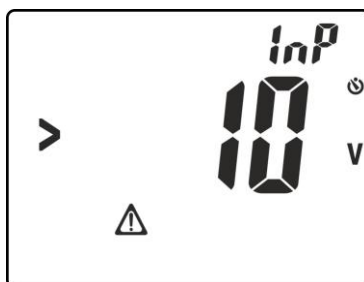

Fig. 17: Presencia tensión en los terminales de entrada
7. Pulse la tecla **GO/HOLD** para activar la prueba. La pantalla de Fig. 17 puede ser mostrada en el visualizador señalando la presencia de una tensión **>10V** presente en los terminales de entrada que bloquea el desarrollo de la prueba